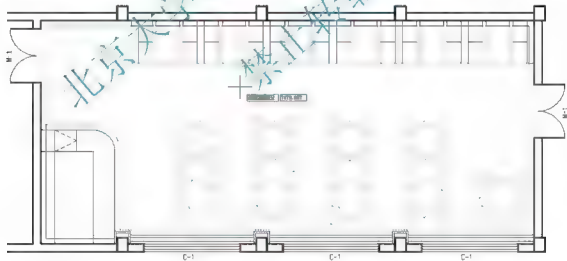

图 4.71 选择被填充的区域
- ⑥ 单击【拾取点】按钮，指定被填充区域的内部点，这时对话框消失。
- ⑦ 在拾取内部点或【选择对象(S)/删除边界(B)】：提示下，在家具之间单击。此时 AutoCAD 检测到包含这一点的封闭区域的边界并呈虚线显示，如图 4.71 所示。